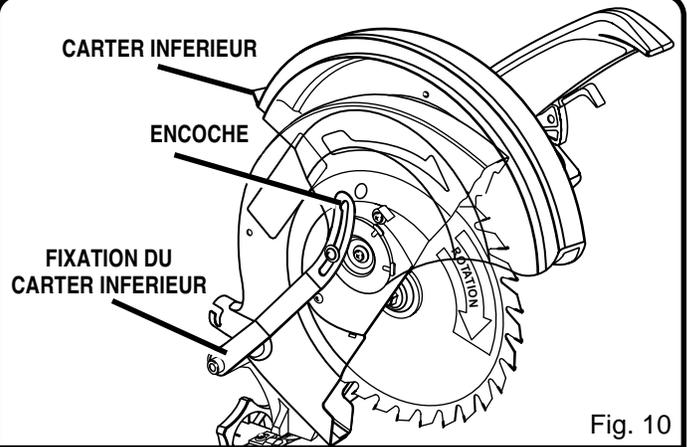

Fig. 10
Voir les Figures 10, 11 et 12.
- Soulevez doucement le carter inférieur, en libérant la sécurité de son encoche de sorte qu'il puisse pivoter vers le haut. Voir la Figure 10.